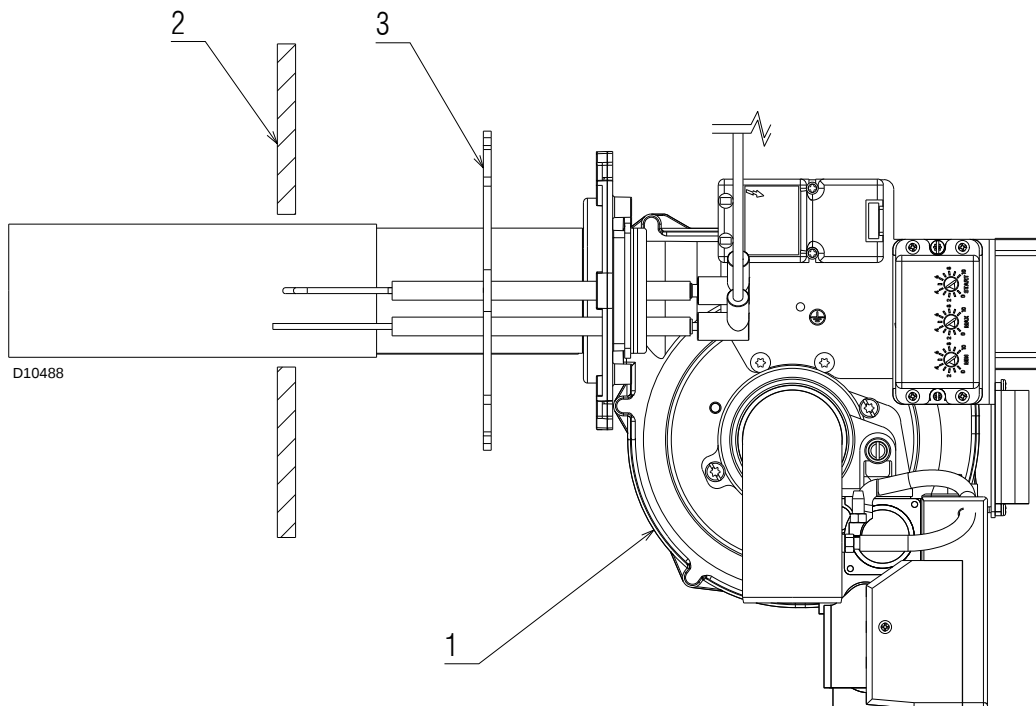

Abb. 9
- Den Brenner 1) (Abb. 9) mit den 4 mitgelieferten Schrauben und (bei Bedarf) den 4 Muttern unter Einfügen der Isolierdichtung 3) an der Heizkesseltür 2) anbringen.